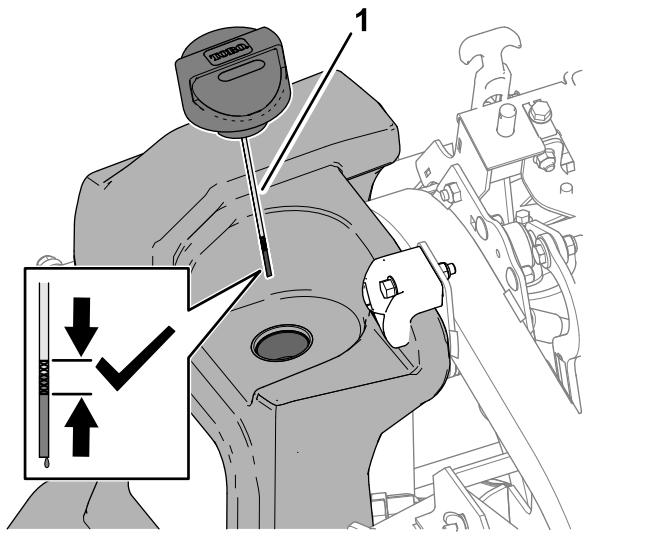

Figure 93
4. Nettoyez la surface autour de la jauge et du bouchon du réservoir de liquide hydraulique (Figure 93).
6. Insérez la jauge dans le réservoir (Figure 93).
7. Retirez la jauge avec le bouchon (Figure 93), et contrôlez le niveau de liquide.
9. Remettez en place la jauge avec le bouchon (Figure 93) dans le réservoir.